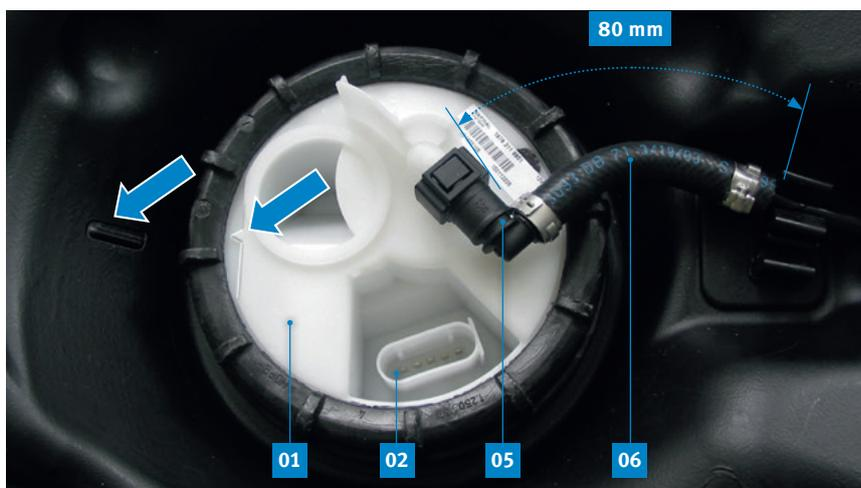

Fig. 5: Tampa do flange da unidade sensora de depósito
Insira respectivamente o módulo de alimentação de combustível e a unidade sensora de depósito no depósito de modo a que a seta na tampa do flange aponte para a marcação no depósito (Fig. 5).
Na substituição da unidade sensora de depósito (01), é necessário encurtar o pedaço de tubo (06) da linha de avanço para aprox. 80 mm e colocar o engate rápido de 90° fornecido (05) (Fig. 5).